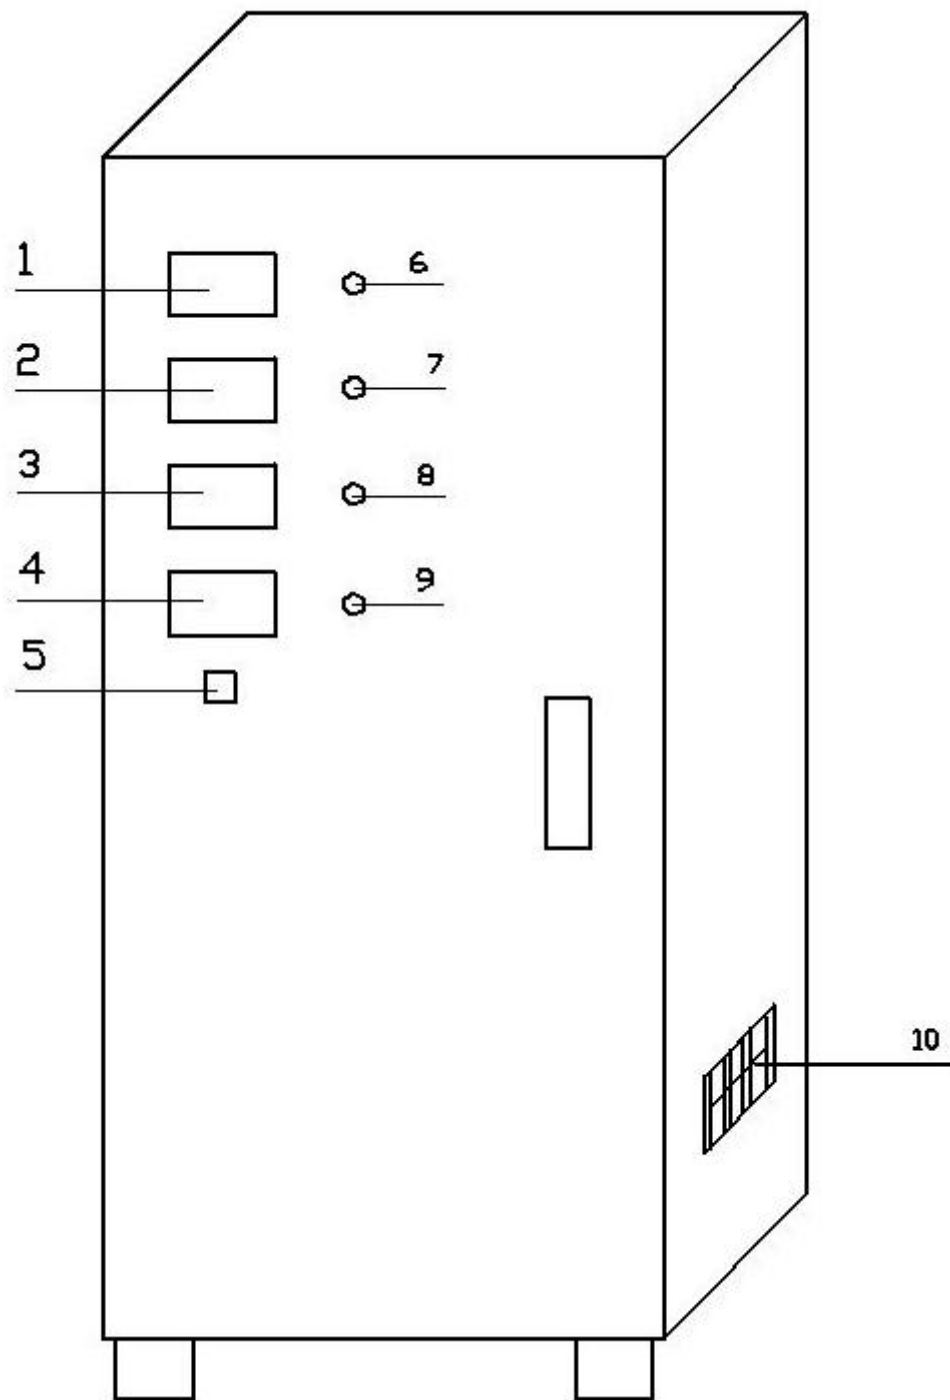

Рис.1 CHA3Ш
- На Рис.1 приведен внешний вид передней панели стабилизаторов СНАЗШ,